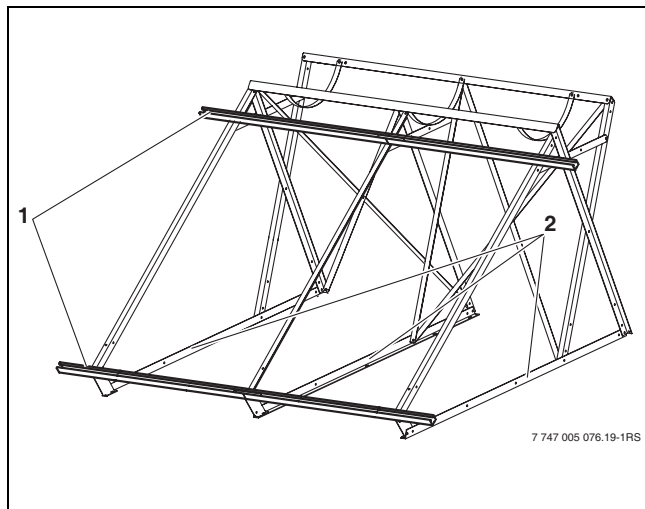

Bild 25 Profilschienen FD/ÜD anbringen
- ▶ Trägerschienen-unten (Bild 25, [2]) parallel zueinander ausrichten.